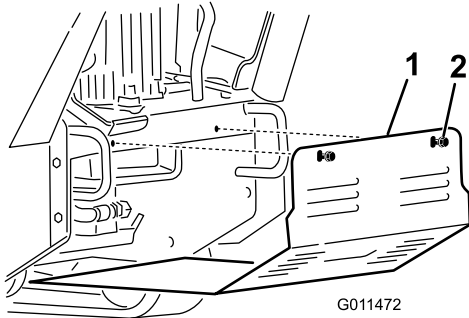

Figura 22
3. Afloje secuencialmente los 2 pernos que sujetan el protector inferior hasta que el deflector quede libre (Figura 22).
5. Para instalar el protector antes de utilizar la máquina, introduzca el protector inferior en la máquina de manera que descansa sobre las 4 pestañas, y sujételo con los 2 pernos que aflojó anteriormente (Figura 22).